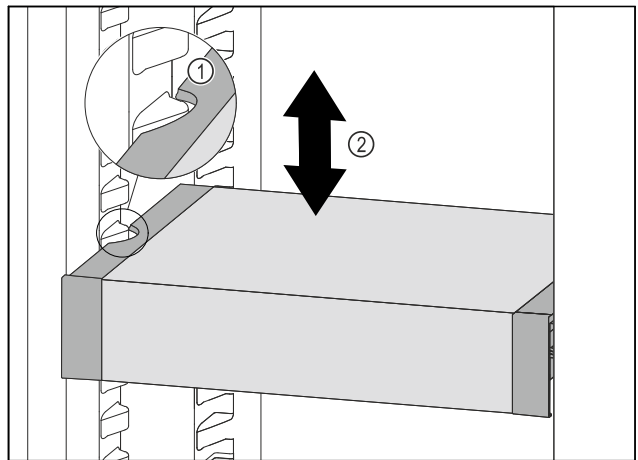

Fig. 195
- ▶ VarioSafe nach vorne ziehen, bis sich die seitlichen Aussparungen des VarioSafes auf Höhe der Behälterrippe im Kühlteil befinden. Fig. 195 (1)
- ▶ VarioSafe im Kühlteil nach oben oder unten bewegen, bis gewünschte Höhe erreicht ist. Fig. 195 (2)